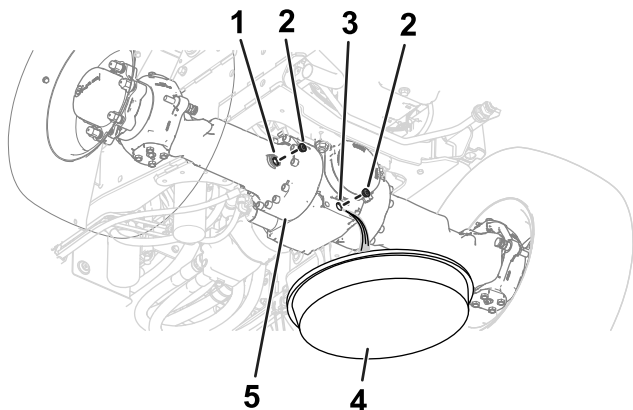
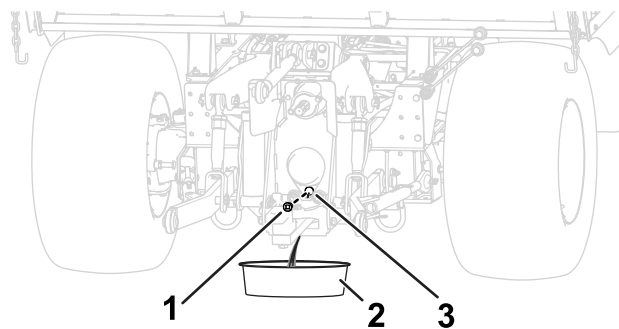

Figura 99
Figura 100
1. Mettete una bacinella di spurgo sotto l'alloggiamento del differenziale dell'assale (Figura 99 e Figura 100).
2. Rimuovete i tappi dal foro spia e dal foro di spurgo negli alloggiamenti del differenziale degli assali (Figura 99 e Figura 100).